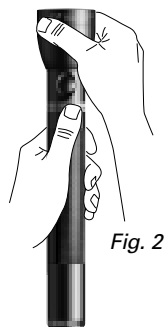

Fig. 2
**2. Hoved** Hovedet kan ikke fjernes; ethvert forsøg på at fjerne det, skader funktionen. Hovedet kan sænkes til opladerringmodulet til udskiftning af pæren (se side 11). **Fokuserende lysstråle:** den patenterede fokuserende justeringsfunksionsmekanisme fra Mag Instrument er yderligere forstærket (Fig. 2), til kontinuerlig rotation af hovedet.